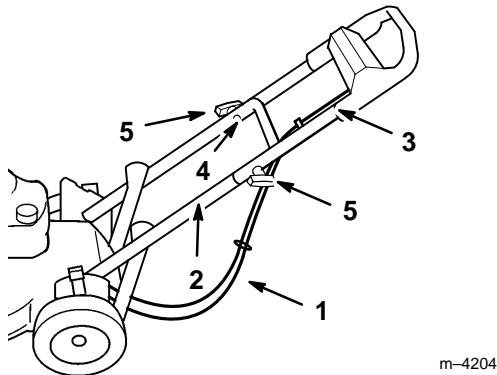

Figura 5
5. Compruebe que los cables pasan por debajo/detrás del manillar inferior, tal como se indica en la Figura 5.